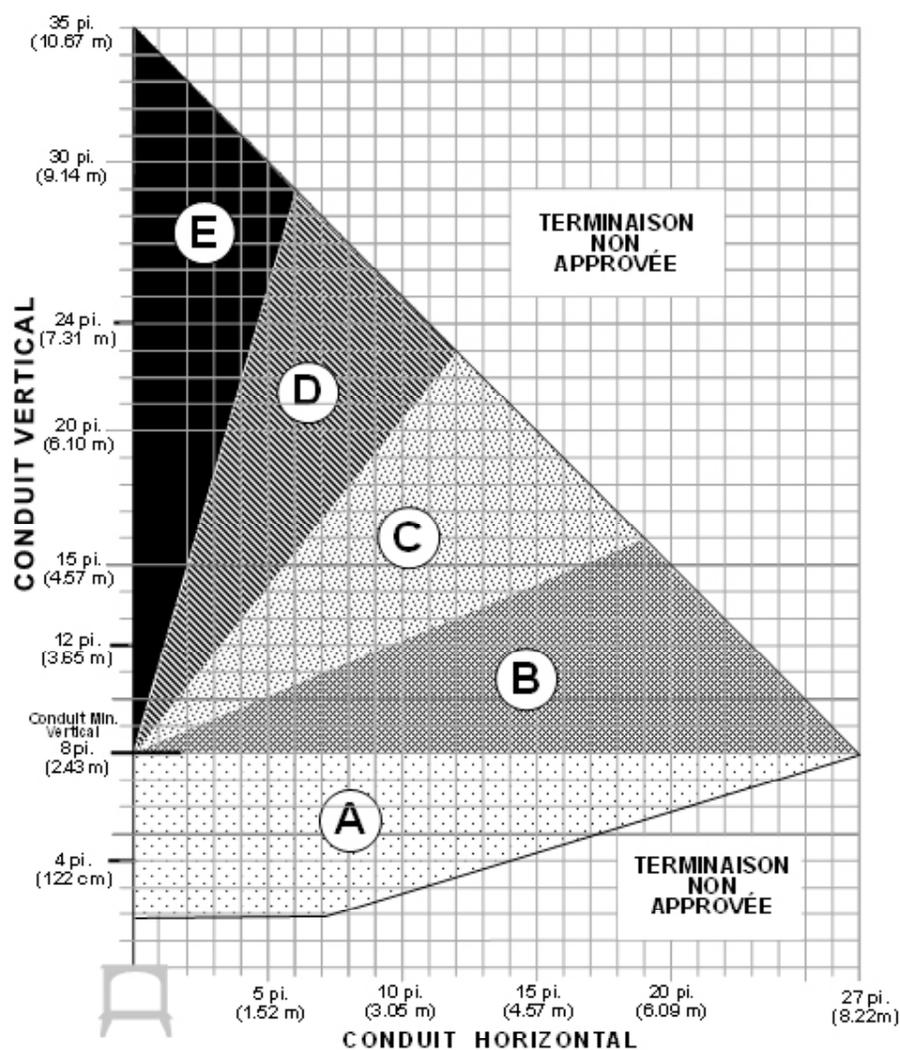

Figure 9. Vent Termination Matrix - NG / LP
Un volet de restriction d'évacuation ajustable est situé dans la sortie d'évacuation. Le fabricant l'a réglé en position À MOITIÉ OUVERT. Voir Fig. 8. Les quatre positions dépendent des zones de terminaison (A, B, C, D) illustrées au diagramme des terminaisons d'évacuation de la Figure 9. Utilisez ce diagramme pour déterminer le réglage que vous devez utiliser.
Voir le Diagramme des terminaisons d'évacuation, à la Figure 9.
- Toute terminaison d'évacuation horizontale doit se situer à l'intérieur de la portion ombrée du diagramme d'évacuation de la figure 9.